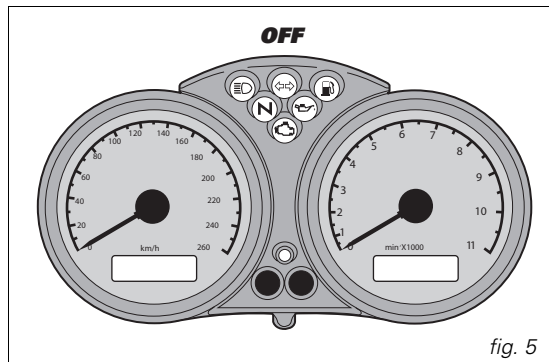
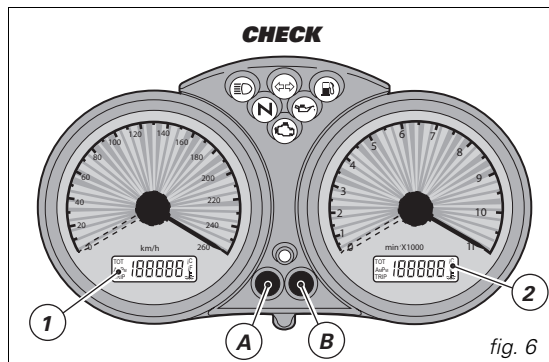

fig. 5
fig. 6
A l'allumage (clé de **OFF** à **ON**), le tableau de bord effectue un contrôle de tous les instruments : aiguilles, afficheur et témoins (fig. 5 et fig. 6).
La clé sur **ON**, appuyez sur le bouton (B, fig. 6) pour afficher le totalisateur journalier et le compteur kilométrique.
En appuyant sur le bouton (B, fig. 6) pendant plus de 2 secondes lorsqu'on est dans la fonction **TRIP** (totalisateur journalier), l'afficheur (LCD 1) se met à zéro.
La clé sur **ON**, appuyez sur le bouton (A, fig. 6) pour afficher l'horloge et la température de l'huile.
Appuyez sur le bouton (A, fig. 6) pendant 2 secondes au moins. Appuyez sur le bouton (B, fig. 6) pour régler AM/PM. Appuyez sur le bouton (A) pour passer au réglage des heures. Appuyez plusieurs fois sur le bouton (B) pour
La clé sur **ON**, si vous appuyez sur le bouton (B, fig. 6) dans 5 secondes, chaque pression de ce bouton va déterminer une variation de l'intensité lumineuse du tableau de bord.